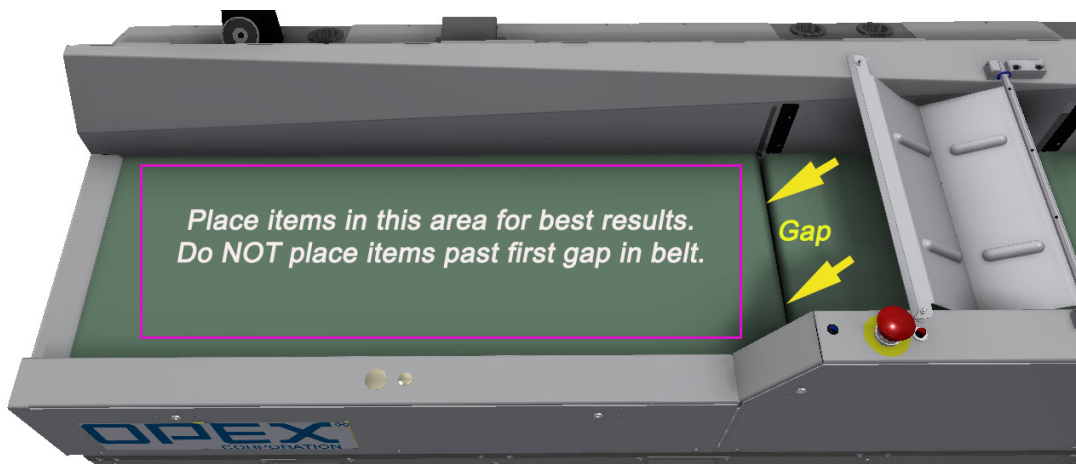

Figure 1-38: "Áreas de Depósito" do Transportador
5. Coloque o item sobre o transportador conforme mostrado abaixo (consulte Figure 1-38).